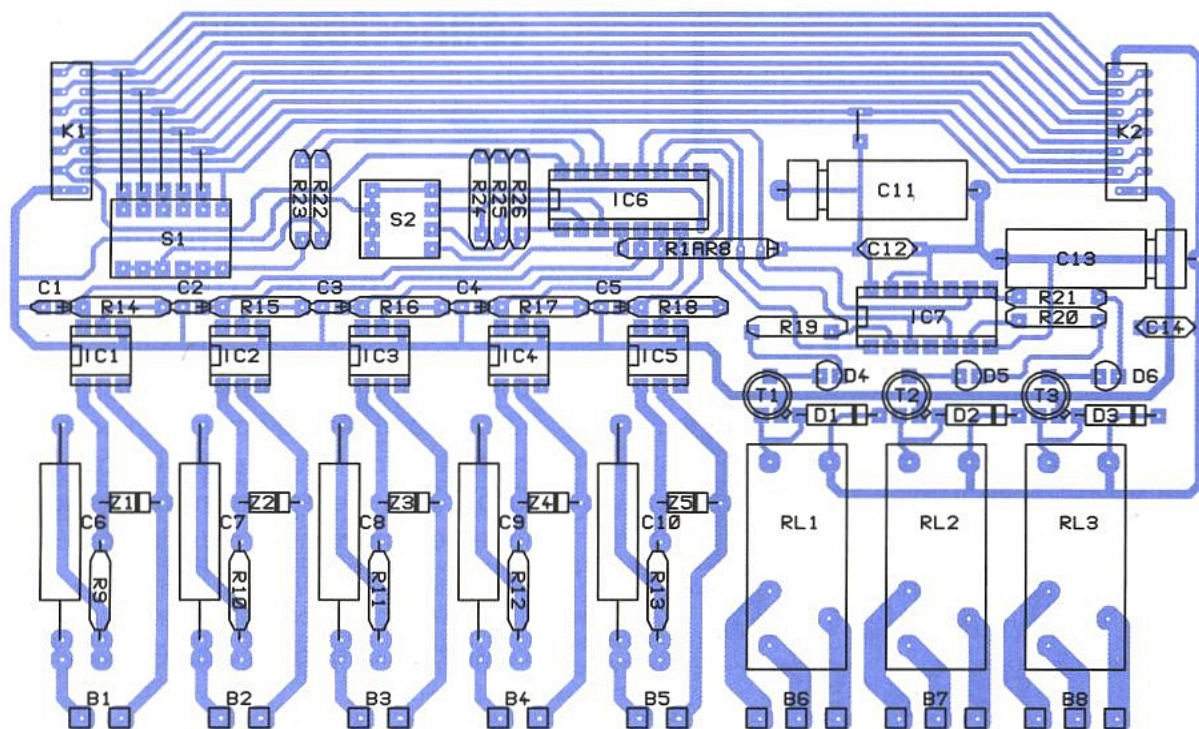

Figure 6
■ Figure 6
Le schéma de la figure 6 illustre ainsi une application complète, avec barregraphe et dialogue série facultatif, tandis qu'à la figure 7 le barregraphe est absent : les données d'autonomie sont «remontées» par la ligne série vers le processeur central, qui pourra par exemple les visualiser sur un écran LCD. Présenté en boîtier à 16 broches, le BQ 2010 est particulièrement adapté aux applications utilisant un chargeur rapide, tandis que le BQ 2011 est optimisé pour les équipements à très fort courant de décharge, comme les outillages sans fil. Les variantes respectivement référencées BQ 2012 et BQ 2013 possèdent en plus une sortie destinée à piloter le chargeur : on pourra ainsi arrêter celui-ci dès qu'il aura reconstitué la charge correspondant à une décharge connue, et donc éviter toute surcharge et toute perte de temps.